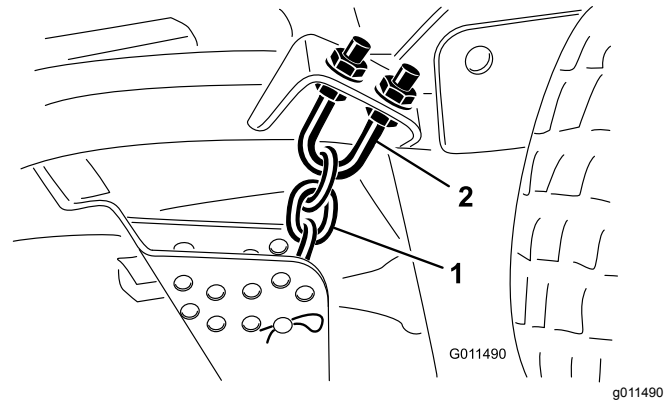

Figura 104
1. Desaperte as porcas de bloqueio na zona superior ou inferior da cavilha em U da correia da altura de corte (Figura 104).